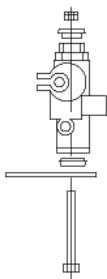

Figura 3
4. Instalacion de plantilla pequeña: Perfore la plantilla en el centro de esta con un diámetro de 10,5 mm e instale con el perno de fijación atornillando hacia arriba y asegure con la tuerca superior. (Ver figura 3)